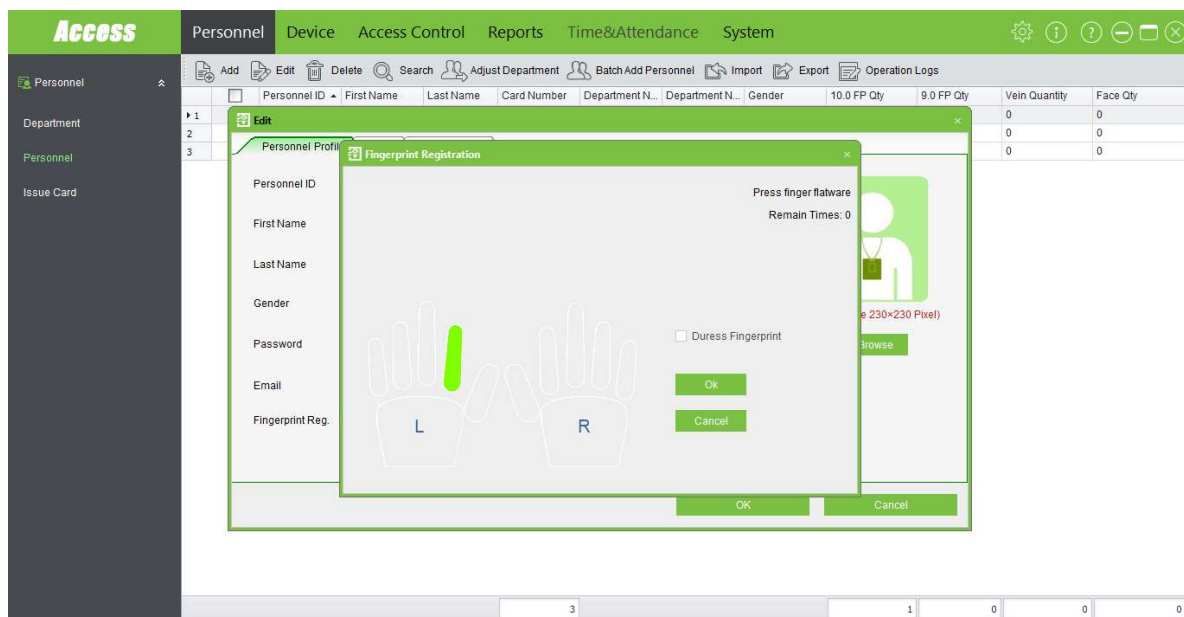

Figura 21 - Adicionar impressão digital
- 3- Caso a impressão digital do utilizador seja adicionada correctamente no software o dedo seleccionado mudará para cor verde (Figura 21), poderá adicionar quantos dedos desejar do mesmo utilizador (aconselhado a adicionar no mínimo dois dedos).